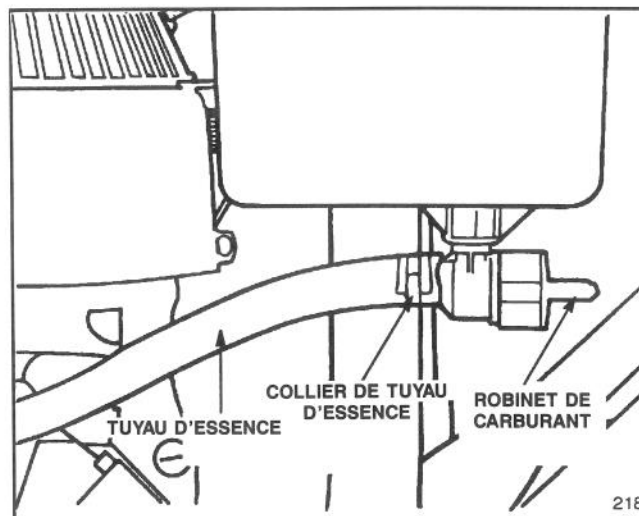

Figure 4
4. Branchez le tuyau d'essence au raccord du robinet de carburant et fixez-le avec un collier (figure 4).